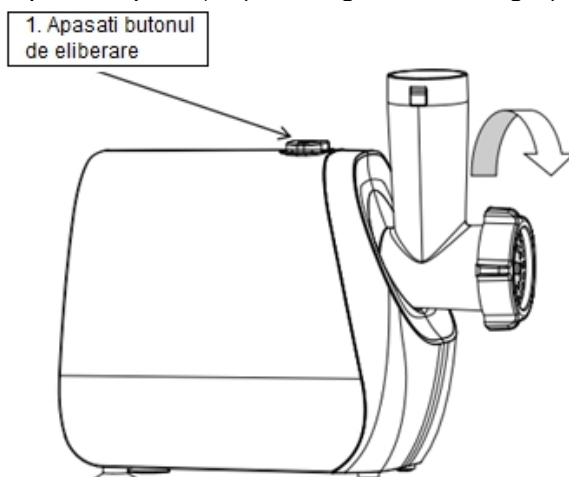

Fig. 3
8. Când terminați tocarea alimentelor deconectați mașina de tocat de la sursa de alimentare. Dezasamblați ansamblul tubului principal: apăsați butonul de eliberare corespunzător cu degetul mare al mâinii stângi (vezi săgeata 1 din Fig.3), rotiți ansamblul tubul principal în sensul acelor de ceasornic cu mâna dreaptă, apoi îndepărtați-l (vezi săgeata 2 din fig.3).